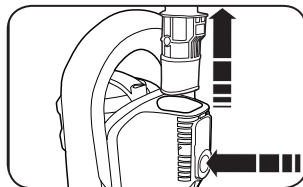

Fig. 1
1. Retirez la poignée en appuyant sur le bouton de relâchement du tube et en tirant la poignée vers le haut (Fig. 1).